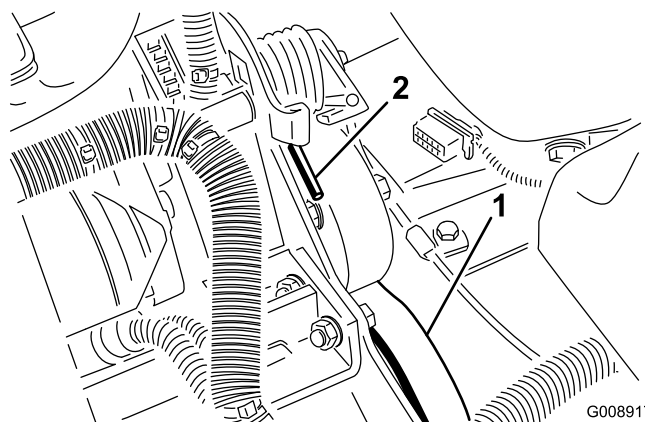

Figura 56
2. Empuje hacia adelante y hacia abajo sobre el extremo del muelle (Figura 56) para desengancharlo del soporte y liberar la tensión.